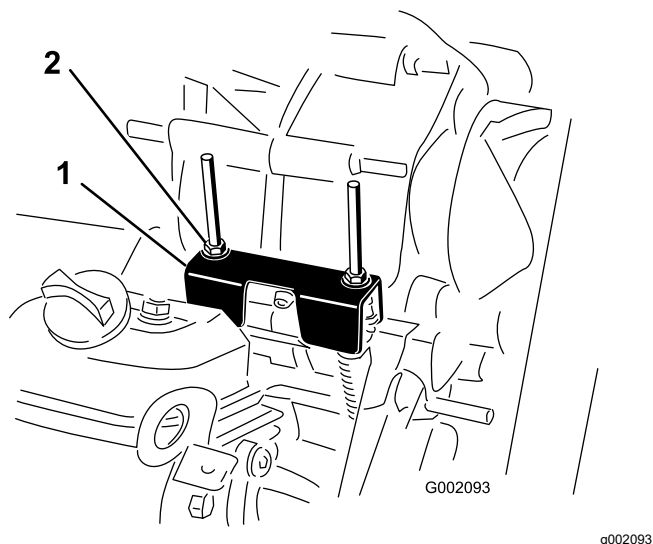

Рисунок 61
При выполнении планового техобслуживания и/или диагностики двигателя ведущий мост необходимо переключить в положение НЕЙТРАЛЬ (Рисунок 61). У машины есть положение НЕЙТРАЛЬ на рычаге переключения передач, которое включает нейтральное положение в трансмиссии. Выполните следующие действия, чтобы убедиться в правильной работе рычага переключения трансмиссии в нейтральном положении:
расположенного под кронштейном переключения передач), повернув ведомый диск сцепления (Рисунок 61).
3. Поверните одну из контргайек (Рисунок 61), чтобы получить зазор от 0,76 до 1,52 мм между нижней частью гайки/шайбы и кронштейном нейтрالي.